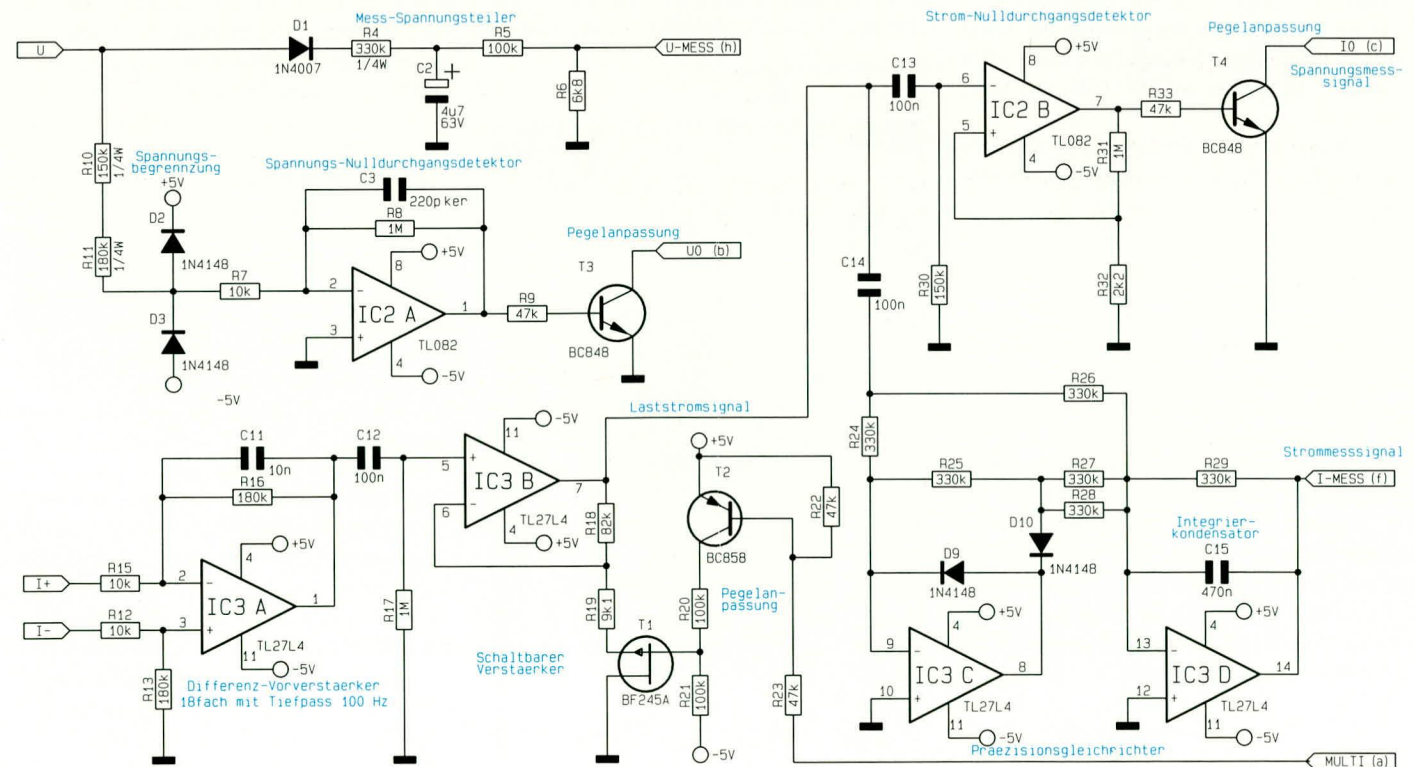

Bild 4: Schaltung der Meßverstärker und Nulldurchgangsdetektoren
- Meßverstärker und Nulldurchgangsdetektoren (Bild 4)
Meßverstärker und Nulldurchgangsdetektoren (Bild 4)
Wir beginnen die Erläuterung der in Abbildung 4 gezeigten Schaltung mit der Beschreibung des **Spannungszweiges**.